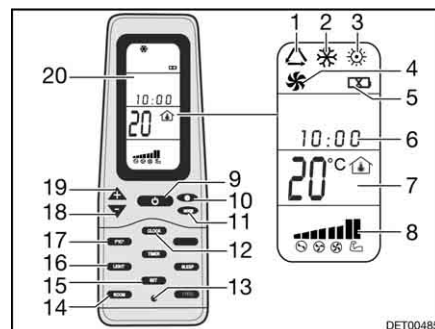

Bild 180 Fjärrstyrning
- Tryck på knappen ON/OFF (Bild 180,9).
- Tryck på knappen "Mode" (Bild 180,11) tills önskad driftsläget (Bild 180,1, 2, 3 eller 4) visas på displayen (Bild 180,20).
- Ställ in önskad temperatur med knapparna "+" (Bild 180,19) och "-" (Bild 180,18).
- Med knappen för fläkthastighet (Bild 180,10) väljs önskad fläktkapacitet.